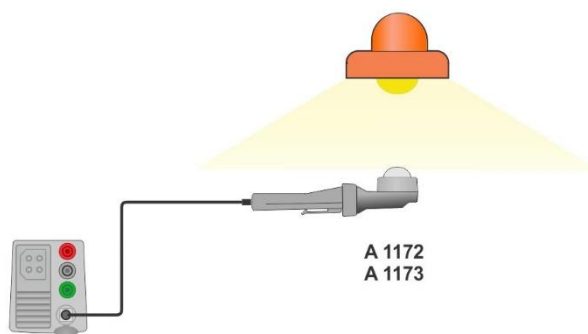

Abbildung 7.100: Positionierung des LUXmeter Sensor
- › Positionieren Sie den LUXmeter Sensor **Abbildung 7.100**